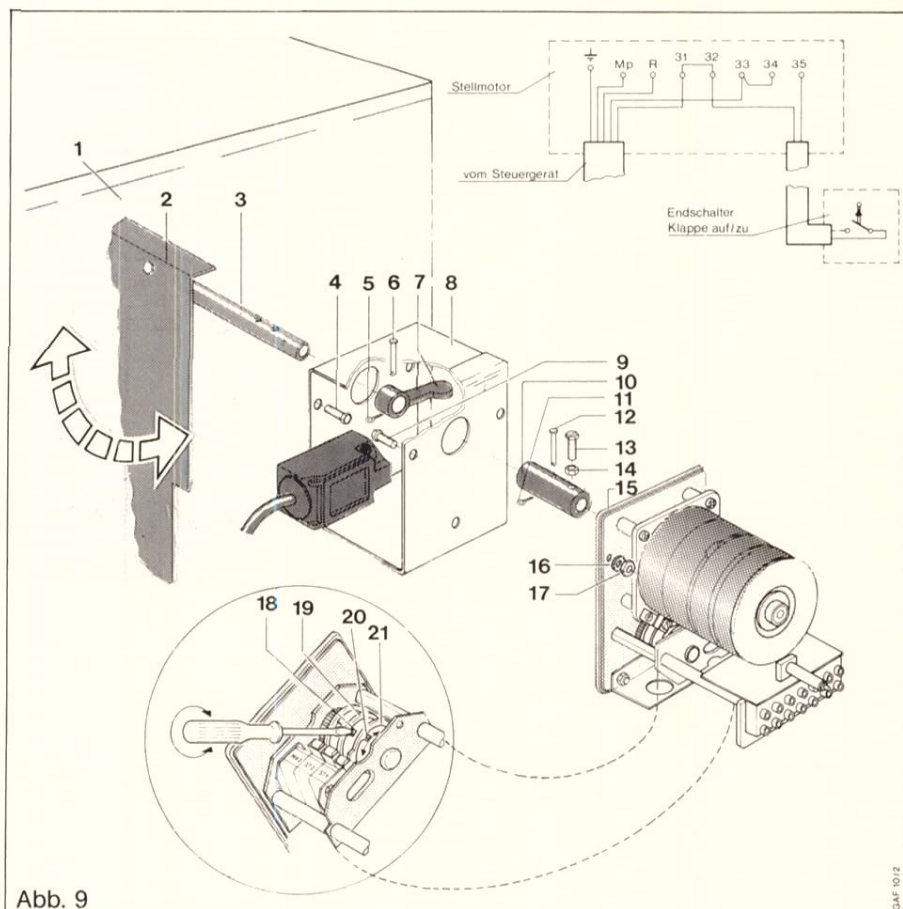

Abb. 9
Den Stellantrieb (15) entsprechend Abb. 9 und des jeweiligen gültigen Verdrahtungsplanes Seite 20-35 anklemmen.
Die Abb. 9 und 10 zeigt die Klappenstellung „zu“.